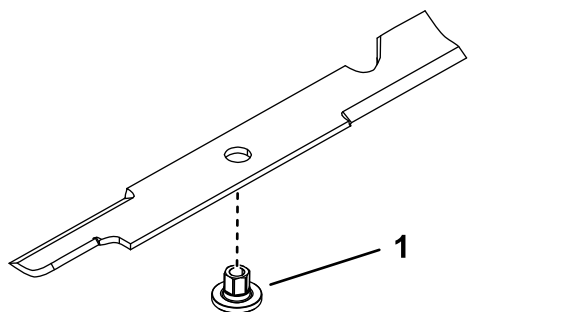

Figure 73
1. Insérez la douille dans la lame en plaçant l'embase sur le côté inférieur (côté herbe) de la lame (Figure 73).